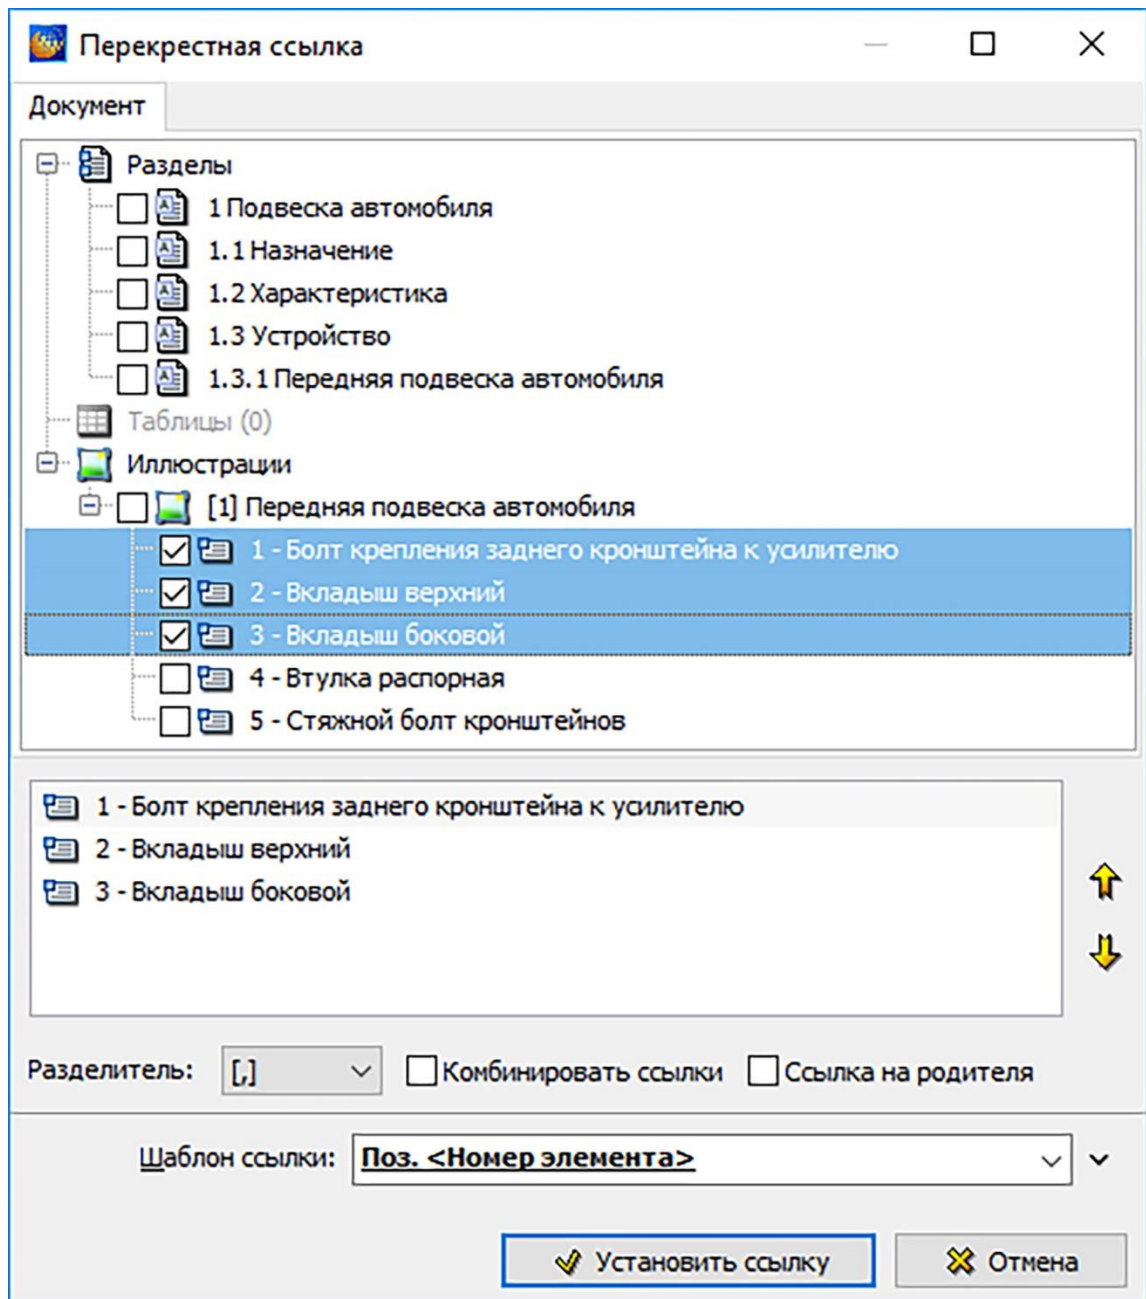

Рисунок 250
4) Выделите несколько элементов, на которые необходимо установить ссылки, щелкнув по ним левой кнопкой мыши при нажатой клавише CTRL (или SHIFT, если элементы расположены подряд) (рисунок 250).
5) Выберите разделитель между элементами групповой ссылки. Для этого нажмите на кнопку , расположенную справа от окошка **Разделитель:**, и выберите из выпадающего списка нужный разделитель (рисунок 250).